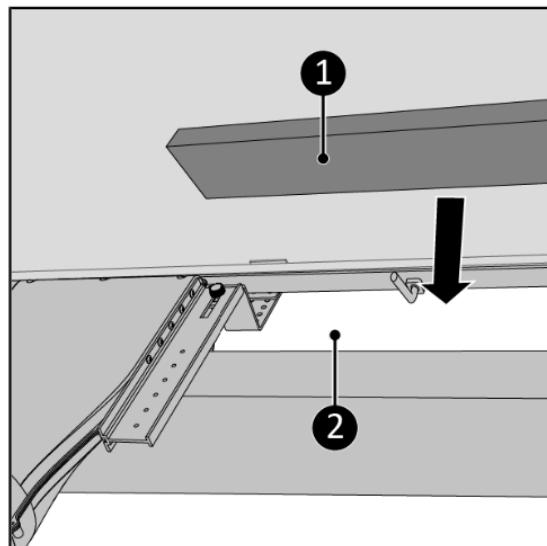

Figura 48.
15. Umpleți spațiile deschise (Figura 48, articolul 2) cu spuma izolatoare furnizată (Figura 48, articolul 1), sau tăiați spuma dacă este necesar.